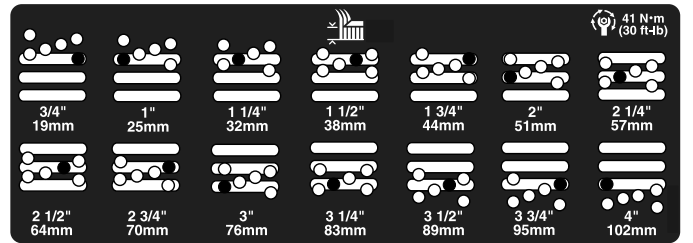

Bild 23
5. Stellen Sie die Kammer auf die gewünschte Schnitthöhe ein und setzen Sie das Distanzstück im gewünschten Schnitthöhenloch und -schlitz ein (Bild 23).